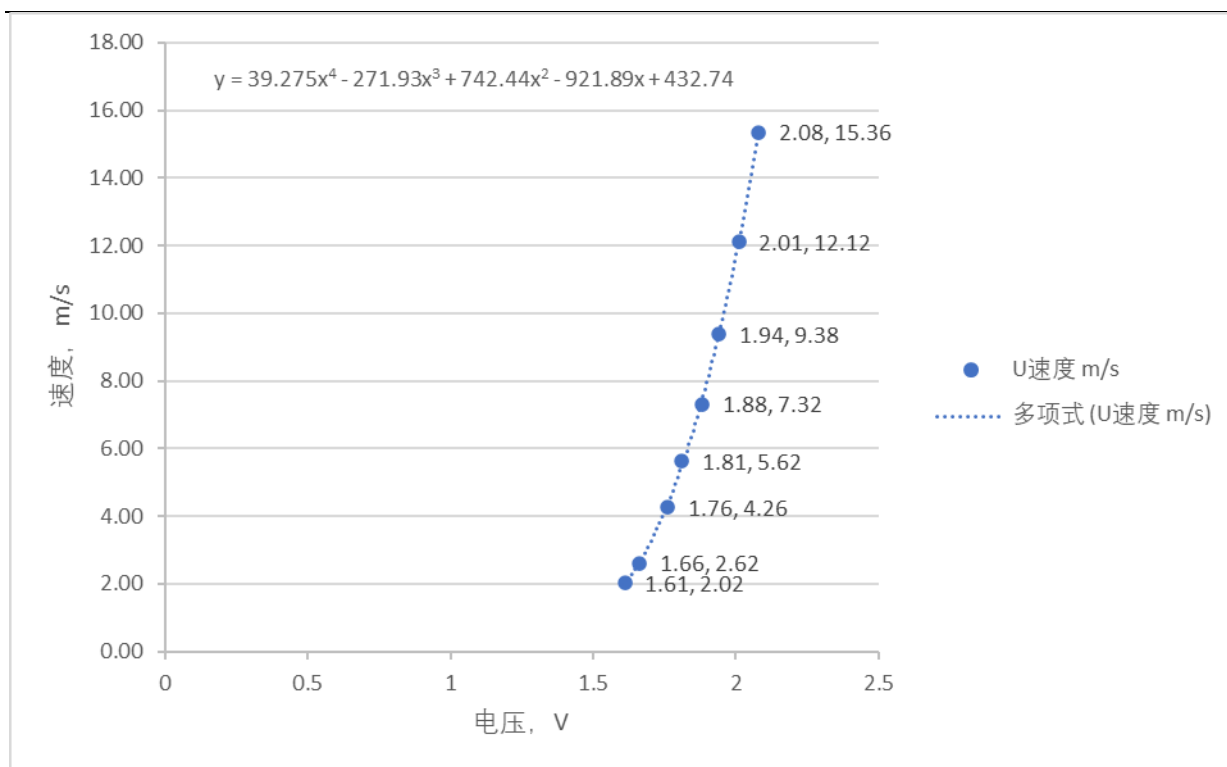

图 3 一个安放在航华 CR04 标定器上的 HW1A 热线探头
9. 将热线探头置于可改变风洞的实验台内（如图 3 所示），准备好毕托管等其他可以读取来流速度的仪器